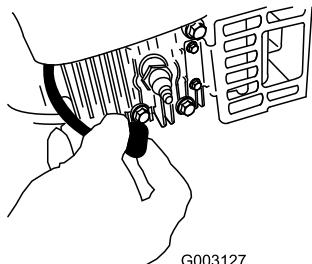

Figure 44
- Débranchez la bougie (Figure 44) avant de procéder à un quelconque entretien.